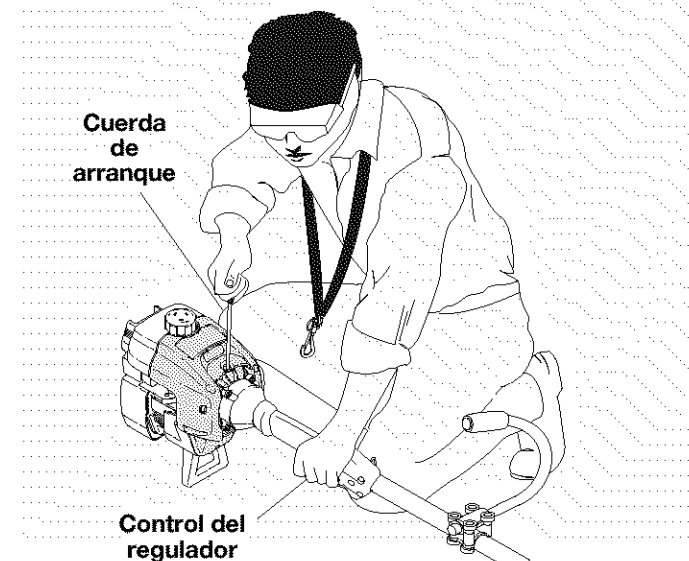

Fig. 17
NOTA: Mezcle la gasolina con el aceite (proporción de 40:1). Vea **Instrucciones de mezcla de aceite y combustible** en la sección de **Operación**. Llene su unidad con la mezcla de aceite y gasolina y colóquela sobre el piso para comenzar (Fig. 17).
4. Oprima y sostenga el disparador y tire de la cuerda de arranque (Fig. 17) hasta que el motor intente arrancar (tire un máximo de 5 veces).
6. Tire de la cuerda de arranque (Fig. 17) hasta que el motor arranque (tire un máximo de 3 veces).